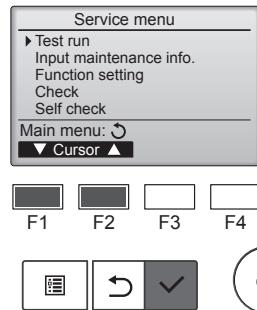

Fig. 7-1
- ① W menu serwisu wybrać pozycję "Test run" (Ruch próbny), a następnie naciągnąć przycisk [WYBIERZ]. (Fig. 7-1)